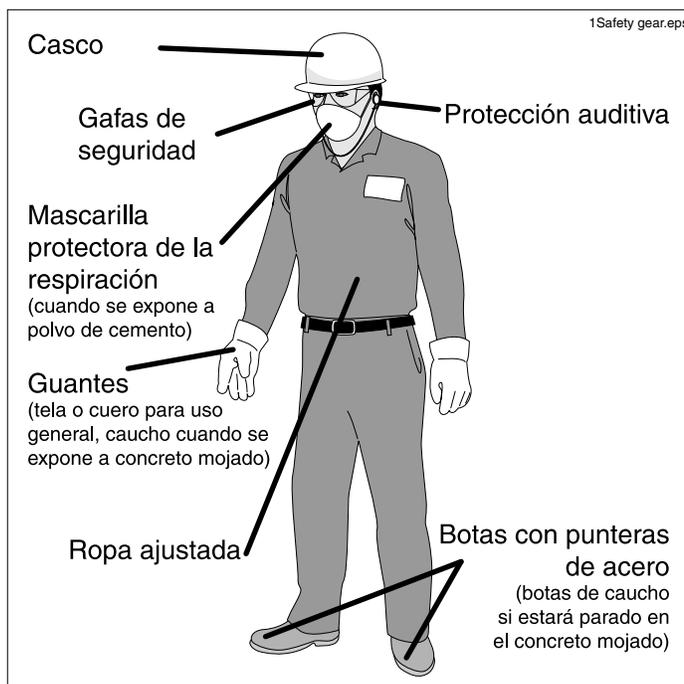

Figura 1
1.1 **⚠ ¡ADVERTENCIA!** Use siempre equipo personal de protección (Personal Protective Equipment, PPE) al trabajar cerca de una bomba de concreto. Las gafas de seguridad, casco, protección auditiva, y guantes de caucho son especialmente importantes al trabajar cerca de la tolva. Consulte la Figura 1.